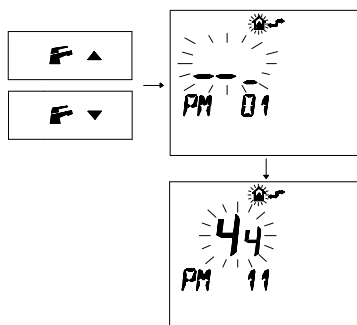

Figura 5.50
- Premere i pulsanti **F** (una casa con un punto sopra) o **F** (una casa con un punto sopra) per visualizzare la programmazione "PM11" della postcircolazione pompa (Figura 5.50).